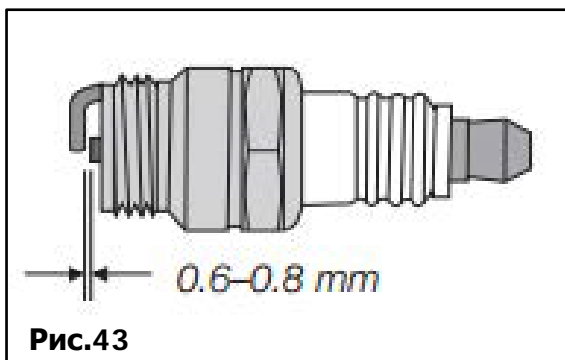

Рис.43
- Проверьте зазор электрода с помощью щупа и при необходимости установите зазор (0,76 мм) (Рис. 43).